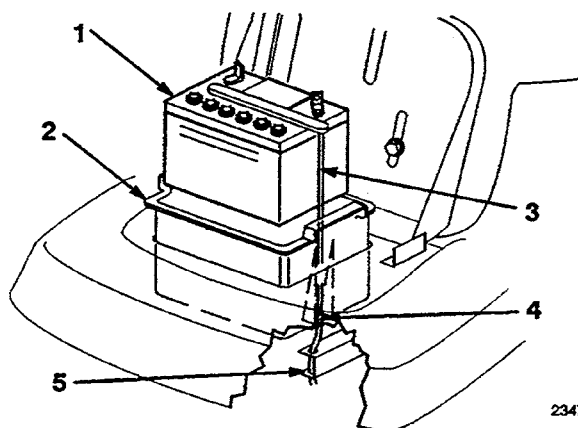

Figure 30
5. Déposer le boîtier de la batterie, la batterie et le long tube d'évacuation du châssis (Fig. 30).
1. Installer la batterie dans le boîtier et glisser le tube d'évacuation dans le conduit et la fente située à la base du boîtier (Fig. 30).
IMPORTANT: Observer le logement de la batterie dans le châssis et repérer le trou situé au bout du longeron droit (Fig. 30). Toujours faire passer le tube d'évacuation dans ce trou pour éviter que l'acide ne corrode le tracteur et la tondeuse.
2. Installer le boîtier et la batterie dans le châssis (Fig. 30). Vérifier que l'extrémité du tube d'évacuation se trouve dans le trou du châssis (Fig. 30).